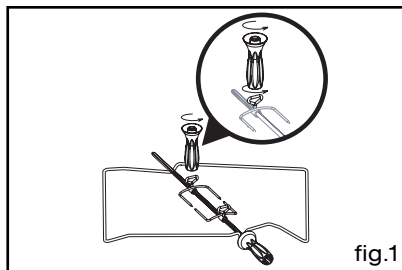

fig.1
• enfiler une des fourchettes sur la broche ; embrochez la pièce à rôtir ; enfiler la deuxième fourchette ; centrez et serrez en vissant les deux fourchettes à l'aide de la poignée (fig.1).